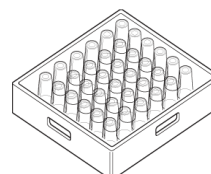

Fig.23
- 2- Placer les tasses et les verres retournés vers le bas. (Fig.23)